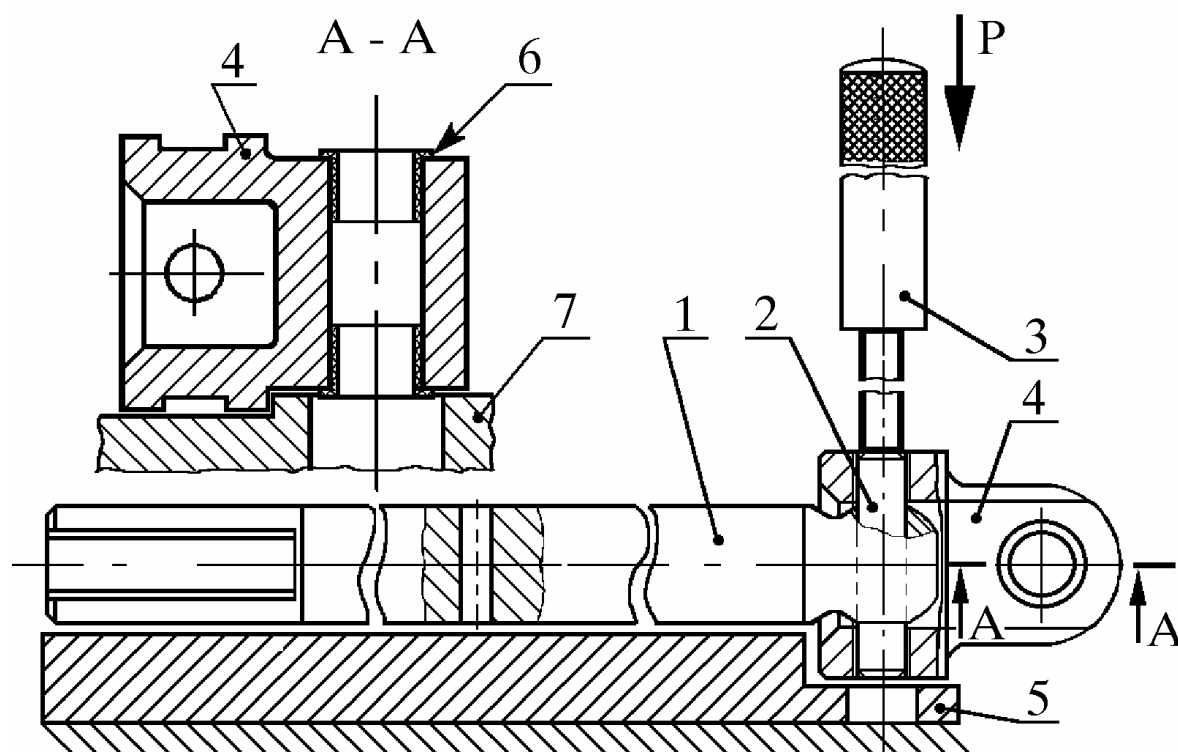

Рис. 7. Разборка вала механизма переключения передач:
- 3.5. Приспособление и оправки технологические - для запрессовки втулок и оси корпуса шарнира (рис. 7).
6.2.1. Установить вал 1 (рис. 7) механизма переключения передач в сборе в приспособление 5